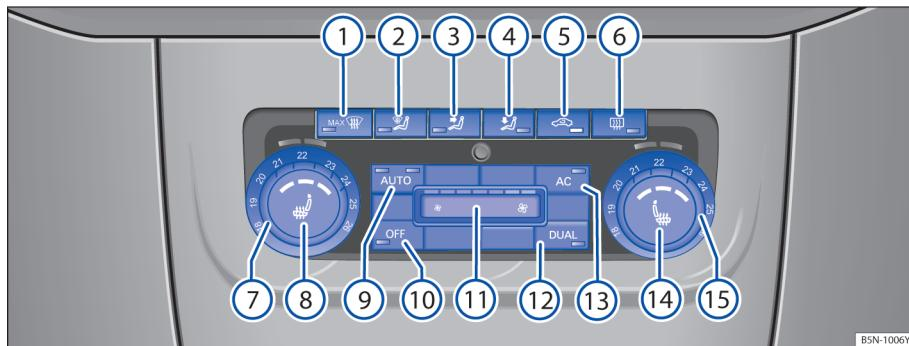

图 159 中控台上：自动空调的操作元件
- 转动温度调节开关⑦或者⑮→图 159，即可设定驾驶员侧或前排乘员侧的温度。
- 按压按钮①至⑥之间的某个按钮即可启动相应功能。开启某项功能后按钮内的指示灯随之亮起，再按一下该按钮，该功能即被关闭。